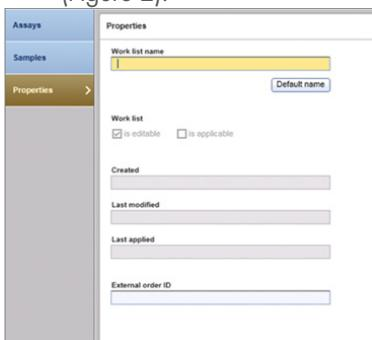

Figure 2. Propriétés
- 1j. Sélectionner l'étape Properties (Propriétés) et saisir un nom de liste de tâches (Figure 2).